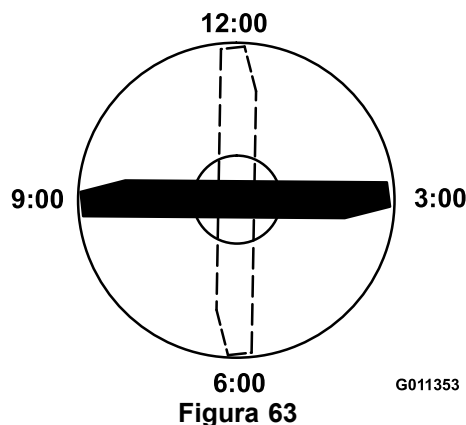

Figura 63
4. Orientate il tagliente dell'estremità marcata della lama sulle ore 12 (esattamente in avanti, nel senso di falciatura) (Figura 63) e misurate l'altezza tra il banco e il tagliente della lama.
5. Ruotate l'estremità marcata della lama sulle ore 3 e sulle ore 9 (Figura 63) e misurate le rispettive altezze.